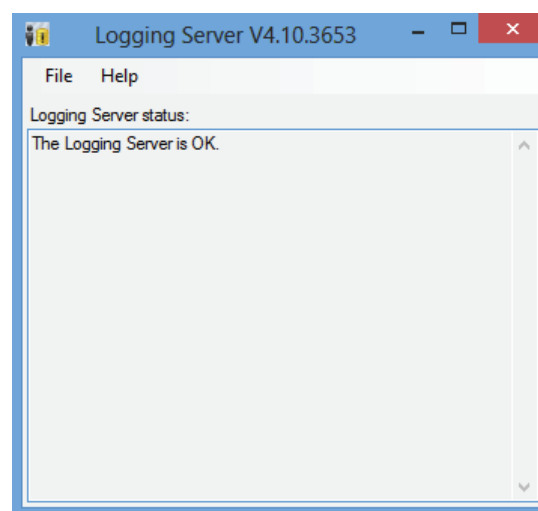

figura 58.4: Ventana principal
- 1 Haga doble clic en el icono *Logging Server* (consulte figura 58.2). Se mostrará una pantalla similar a la indicada en figura 58.4.